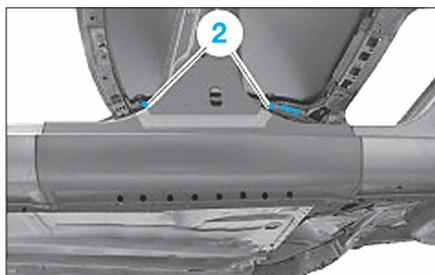

FIG. 54
- Fraiser les points de soudure (2).
- Chauffer la zone (2) (Fig.54) à 170° afin de détacher l'insonorisant.